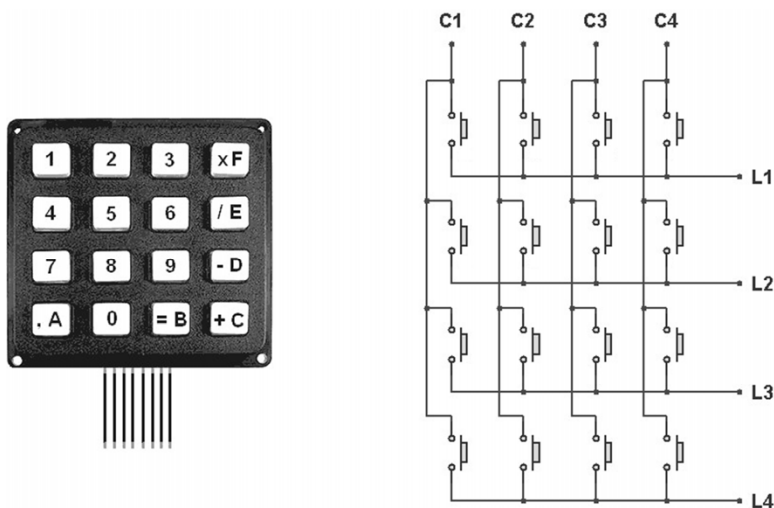
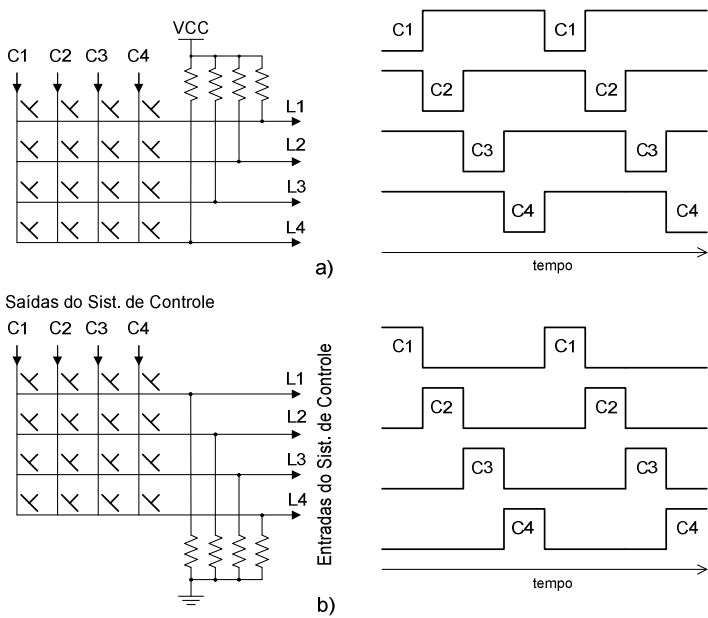

Fig. 8.1 – Teclado matricial hexadecimal: 4×4 .
Fig. 8.2 – Teclados com resistores de *pull-up* (a) e *pull-down* (b) para as entradas do sistema de controle. A varredura é feita nas colunas.
Uma forma muito comum de entrada de dados em um sistema microcontrolado é através de teclas (botões ou chaves tácteis). Quando o número delas é pequeno, cada uma pode ser associada a um pino de I/O do microcontrolador. Entretanto, quando o seu número é grande, não é conveniente utilizar muitos pinos de I/O. Um teclado convencional emprega 3×4 teclas (12) ou 4×4 teclas (16) (fig. 8.1). Ao invés de se empregar 12 ou 16 pinos para a leitura desses teclados, empregam-se 7 ou 8 pinos, respectivamente.
Para a leitura de teclados com várias teclas, é necessário empregar o conceito de matriz, em que os botões são arran­jados em colunas e linhas, conforme é mostrado na fig. 8.1; o teclado é lido utilizando-se uma varredura. O pressionar de uma tecla produzirá um curto-circuito entre uma coluna e uma linha e o sinal da coluna se refletirá na linha ou vice-versa. A ideia é trocar sucessivamente o nível lógico das colunas, a chamada varredura, e verificar se esse nível lógico aparece nas linhas (ou vice-versa). Se, por exemplo, a varredura for feita nas colunas e houver alteração no sinal lógico de alguma linha, significa que alguma tecla foi pressionada e, então, com base na coluna habilitada, sabe-se qual tecla foi pressionada. Nesse tipo de varredura, o emprego de resistores de *pull-up* ou *pull-down* nas vias de entrada é fundamental, visto que para a leitura as entradas sempre devem estar em um nível lógico conhecido. Na fig. 8.2, dois teclados com resistores de *pull-up* e *pull-down* são ilustrados, onde o sinal de varredura é aplicado às colunas, as saídas do sistema de controle.